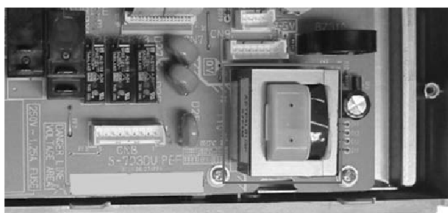

图 5-87 低压变压器
2) 若电流熔丝良好, 则检查低压变压器二次侧电压是否正常; 若低压变压器二次侧电压为 0V, 则检查低压变压器 (见图 5-87) 是否损坏。
3) 若低压变压器二次侧电压正常, 则检查 IC1 ⑮脚电压是否正常; 若 IC1 ⑮脚电压异常, 则检查 Q10、ZD10 是否损坏。
4) 若 IC1 ⑮脚电压正常, 则检查 IC1、CX320、显示器是否损坏。